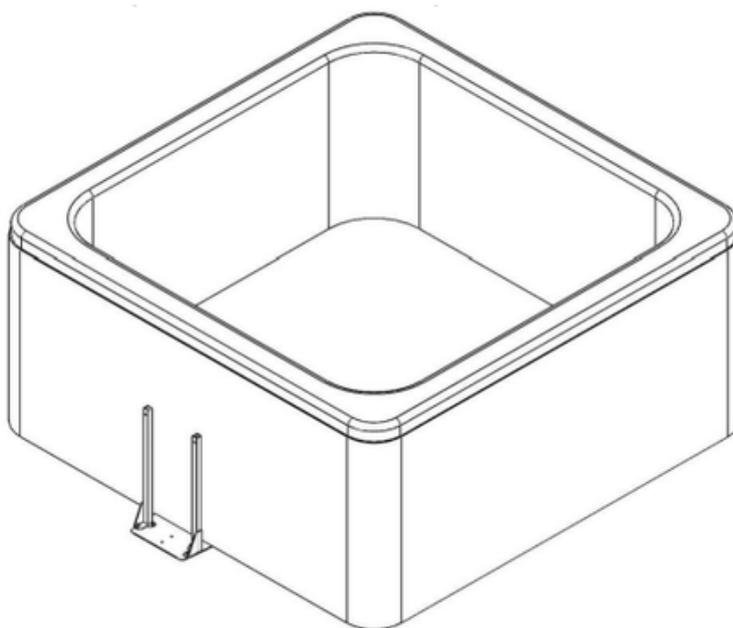

Figure 3
3. Assurez-vous que le spa est vide et glissez l'assemblage Base/Support sous le centre de la partie arrière de la coque du spa. Il s'agit du côté derrière lequel se logera la couverture du spa. Assurez-vous que la base est bien à plat sur le sol, et que rien ne dépasse de la dalle ou de la terrasse. Voir figure 3.